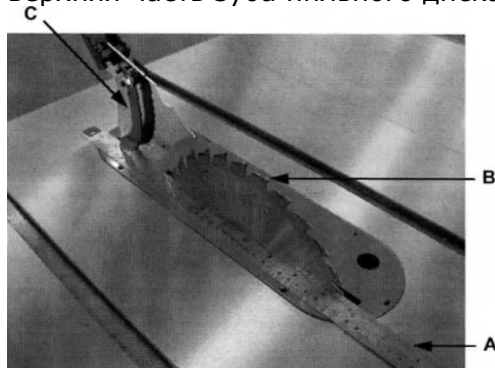

рис. 13
2. Поместите линейку (см. рис. 13) на столе, так чтобы край упирался в пильный диск (В, рис 13) и раскливающий нож (С, рис. 13). Поверните пильный диск так, чтобы верхняя часть зуба пильного диска касалась линейки.